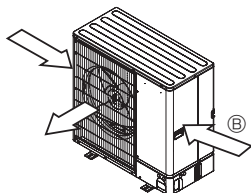

Fig. 2-5
- ③ Posisjoner enheten slik at luftslippet kan blåse i rett vinkel for sesongvindretnin- gen, hvis mulig. (Fig. 2-5)